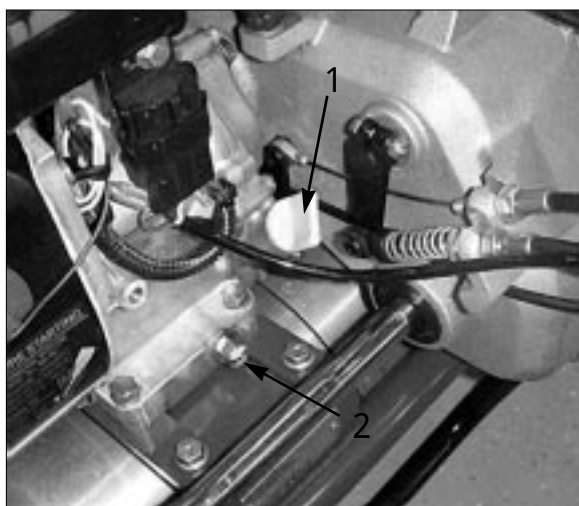

図 29
1. エンジンが水平になるようにして、ゲージ周囲をきれいに拭く（図29）。
2. 機体下に廃油受けを置き、ドレン・プラグ（図29）を抜いてオイルを抜く。